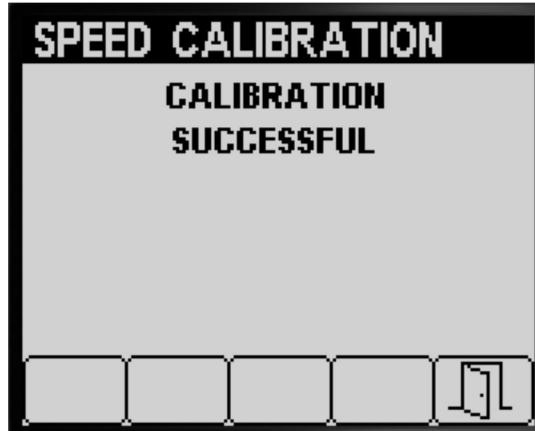
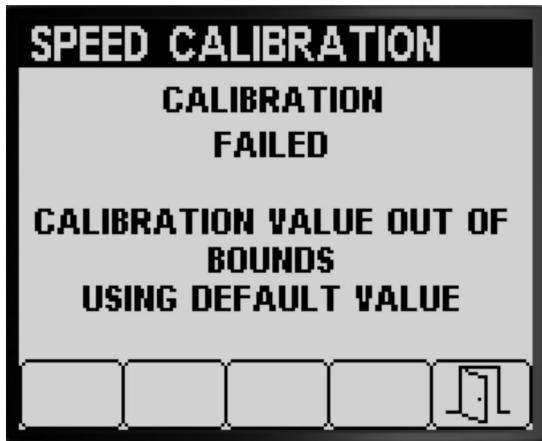

Bild 68
Bild 69
- In einer Meldung wird bestätigt, dass die Geschwindigkeitskalibrierung erfolgreich war (Bild 68).
- In einer Meldung wird angegeben, dass die Geschwindigkeitskalibrierung fehlgeschlagen ist (Bild 69).
Hinweis: Wenn der Kalibrierungswert außerhalb der Grenzwerte liegt (Bild 69), wenden Sie sich an den offiziellen Vertragshändler von Toro. Prüfen Sie sonst die Fehlermeldung und wiederholen Sie die Kalibrierungsschritte in Vorbereiten der Geschwindigkeitskalibrierung \(Seite 26\) und Durchführen der Geschwindigkeitskalibrierung \(Seite 27\).
5. Drücken Sie die Taste 5, um den Bildschirm „Geschwindigkeitskalibrierung“ zu beenden (Bild 68 und Bild 69).